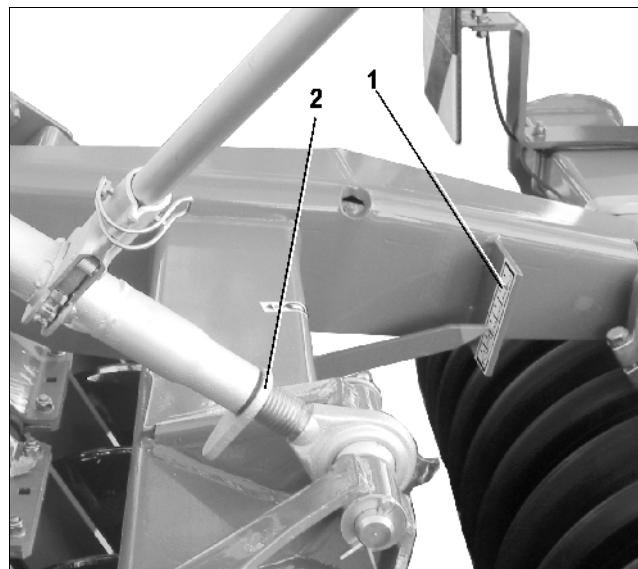

Рис. 16
- Проверяйте установленную рабочую глубину при помощи размещенной на кронштейнах катка с клинообразными дисками шкале (Рис. 16/1).
- Законтрите положение ходового винта при помощи обратного рычага (Рис. 16/2).